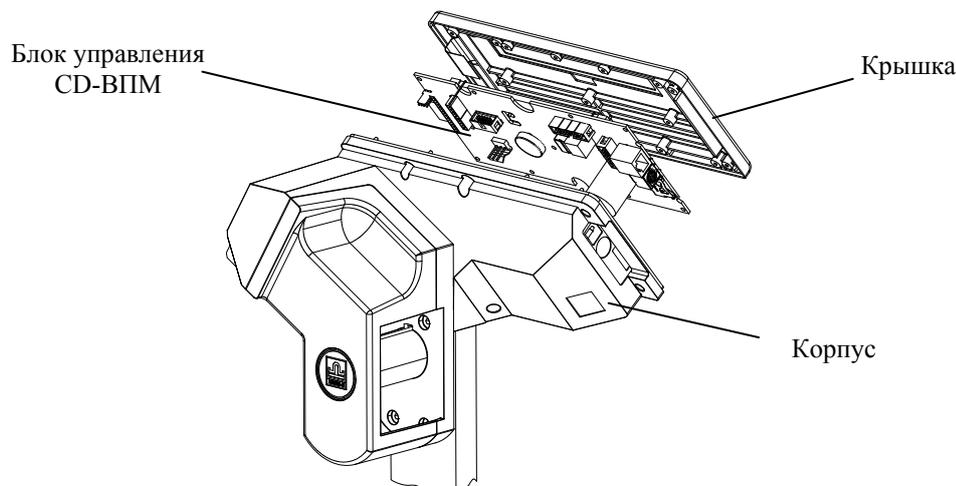

Рис. 6.5 - Замена блока управления CD-ВПМ.
6.3.3.1 В индикаторе ВПМ отвинтить винты крепления крышки блока управления к корпусу (рис. 6.5).